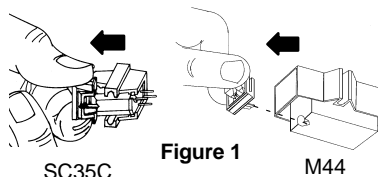

Figure 1
- Carefully remove the stylus from the cartridge. See Figure 1.
1. Die Abtastnadel vorsichtig aus dem Tonabnehmer entfernen. **Siehe Abbildung 1.**